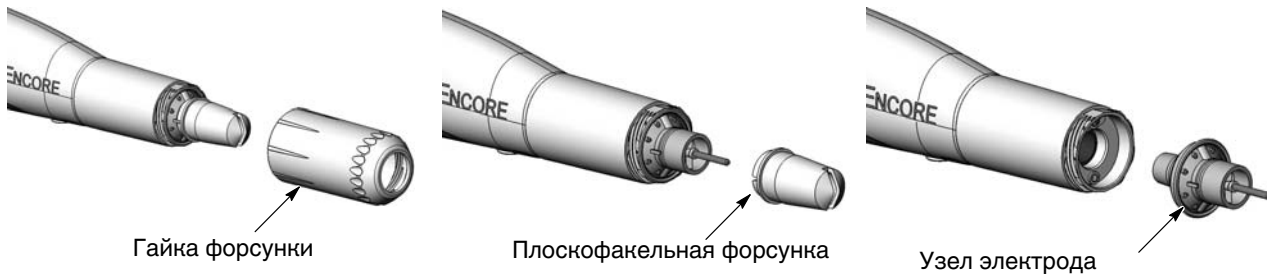

Рис. 4-7 Замена плоскофакельных форсунок
2. См. рис. 4-7. Отвернуть гайку форсунки против часовой стрелки.